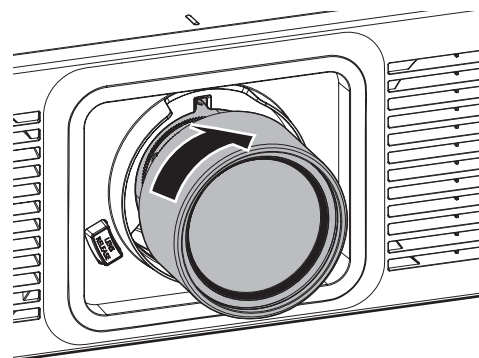

Fig. 3
3) Ruotare fino in fondo l'obiettivo di proiezione in senso orario. (Fig. 3)